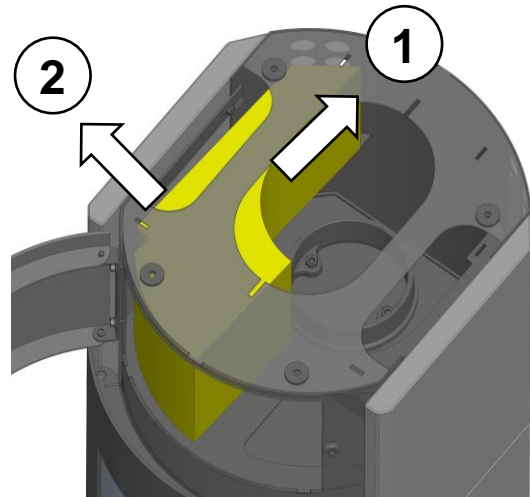

Fig. 9: positionner la pierre accumultrice
5. Pousser la pierre accumultrice jusqu'au fond (Fig. 9 Pos.1). Pousser ensuite la pierre accumultrice vers l'extérieur, dans la partie avant (Fig. 9 Pos.2).